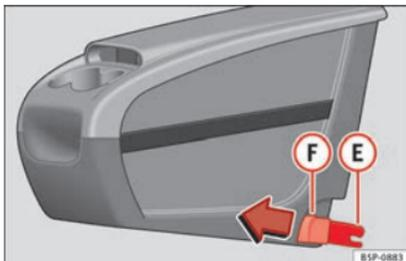
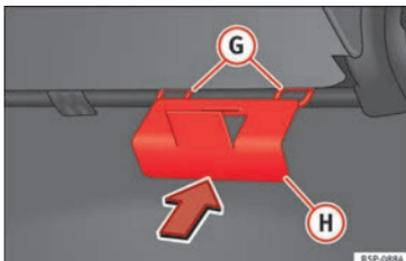

Fig. 93 Portaobjetos móvil. Montaje.
Fig. 94 Placa de fijación del portaobjetos móvil.
- Coloque desde el interior del vehículo la placa de fijación (H) » fig. 94 del portaobjetos móvil, por la parte posterior del asiento. Debe estar situada entre el respaldo y el cojín, en la zona de la plaza central.
- Encare las dos piezas de fijación (E) » fig. 93, con las dos anillas de fijación (G) » fig. 94 y presione con fuerza hasta que las dos pinzas cliquen totalmente con las anillas.
- Tire de cada uno de los botones » fig. 93 (F) de las pinzas (botones rojos) hacia delante, hasta oír que ha desclipado.